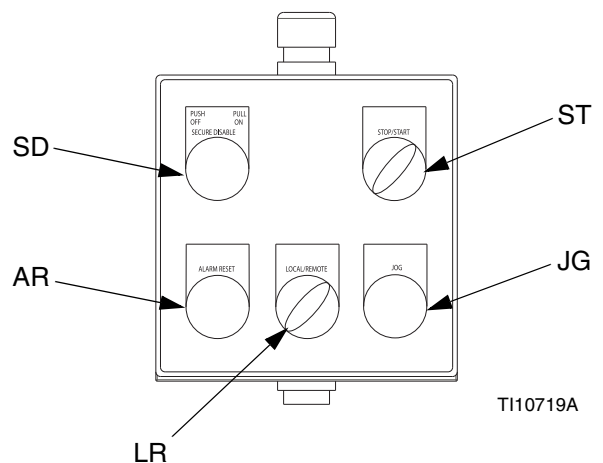

ABB. 5: Lokale Steuereinheit
Die lokale Steuereinheit enthält fünf Regler. Siehe ABB. 5.
1. Den START/STOPP-Schalter (ST) auf STOP stellen. Siehe ABB. 5.
2. Den SICHERUNGS-/AUSSCHALTER (SD) hineindrücken.
3. Den START/STOPP-Schalter (ST) auf STOP stellen. Siehe ABB. 5.
2. Den VFD verwenden, um den Motor auf niedrigen Durchfluss zu stellen (etwa 15 Hz). Bei Bedarf einstellen. Zum Durchflusseinstellungsprozess im Einzelnen siehe VFD-Anleitung 311596. Siehe ABB. 5.
3. Den SICHERUNGS-/AUSSCHALTER (SD) hineindrücken. Siehe ABB. 5.
4. Den START/STOPP-Schalter (ST) auf STOP stellen. Siehe ABB. 5.
5. Den SICHERUNGS-/AUSSCHALTER (SD) herausziehen. Siehe ABB. 5.
7. Den START/STOPP-Schalter (ST) auf START stellen. Die Drehzahl nimmt zu; es handelt sich nicht um eine sofortige Änderung. Siehe ABB. 5.